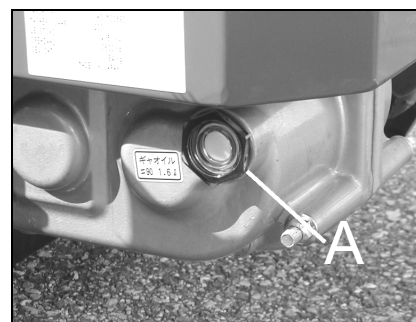

Figure 8
-La machine à l'arrêt depuis plusieurs heures sur un sol plat et de niveau, le niveau d'huile doit affleurer le niveau inférieur de l'orifice qui sert de remplissage d'huile (figure 8, repère A). Si ce n'est pas le cas, rajoutez de l'huile pour transmission SAE 90 ou API GL5 (1.6L).